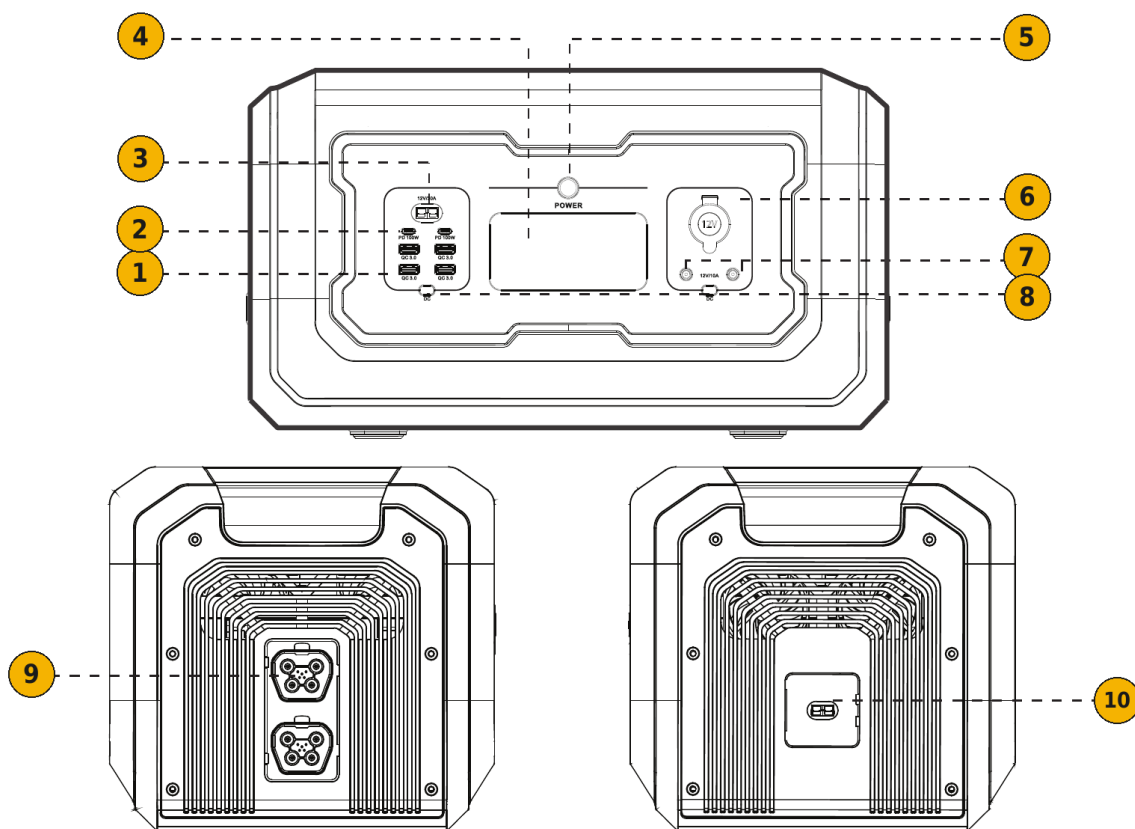

FIG. 2 — Componentes: painel frontal (em cima) e laterais (em baixo)
- 4) Não ligue painéis solares à saída Anderson do painel frontal (FIG. 2, pos. 3). Ligue-os apenas à entrada solar lateral (pos. 10).
- 2) Conecte o cabo fornecido entre a porta de ligação da bateria de expansão da estação e uma das tomadas de ligação da bateria (FIG. 2, pos. 9). Introduza os conectores até ao fim.
4	Entrada solar Anderson da bateria (FIG. 2, pos. 10)